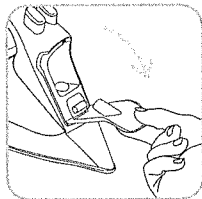
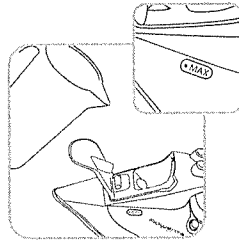

fig. 4
fig. 5
- Откройте отверстие для наполнения рис.4. Налейте воды до отметки Max. рис.5.
- Откройте отверстие для наполнения **рис. 4**. Налейте воды до отметки Max. **рис. 5**. Закройте отверстие для наполнения и поставьте утюг в горизонтальное положение.